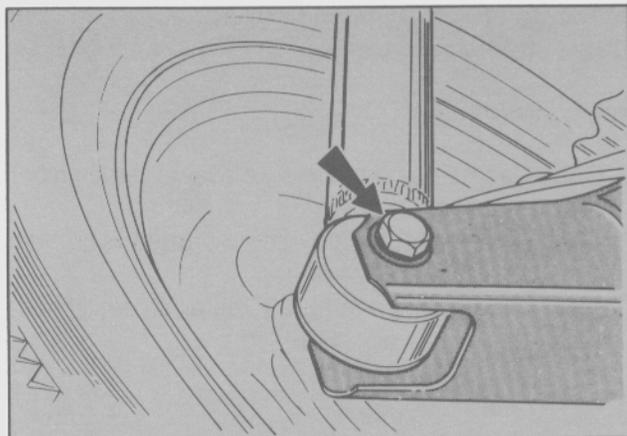

Fig. 51. Montaje inferior del amortiguador
- Una vez que el soporte inferior del amortiguador, queda en correspondencia con el montaje en el brazo inferior, colocar el tornillo de sujeción, montar la tuerca y ajustar la misma al torque especificado (Fig. 51).